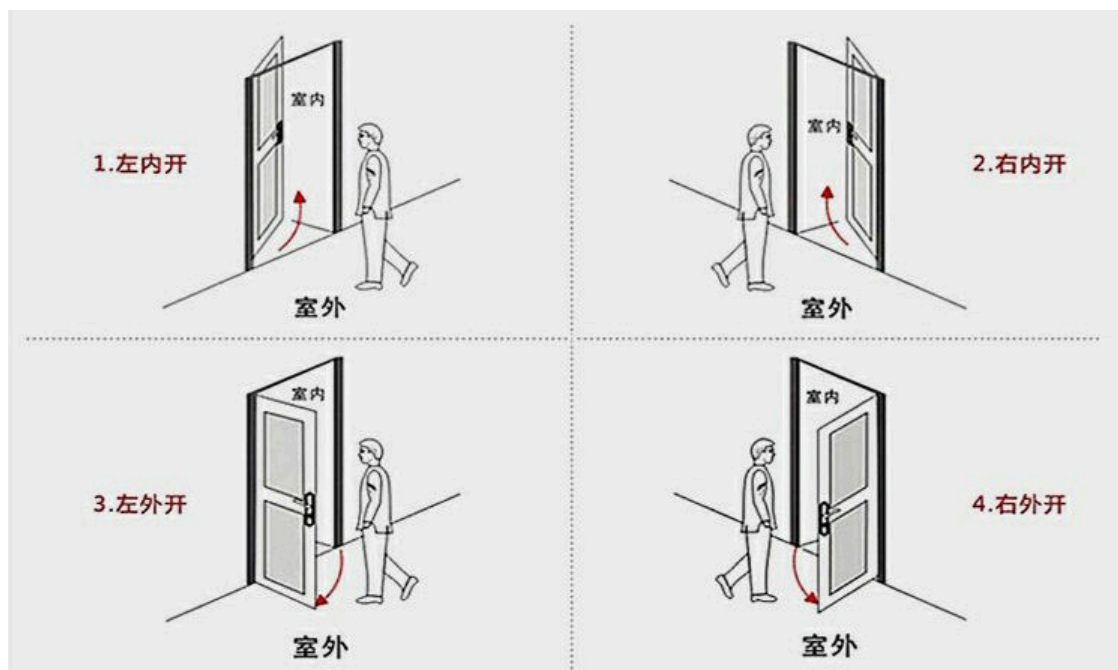

图 1
1. 1. 锁舌与开门方向是否一致，否则须将锁舌方向调整过来；见下图 1